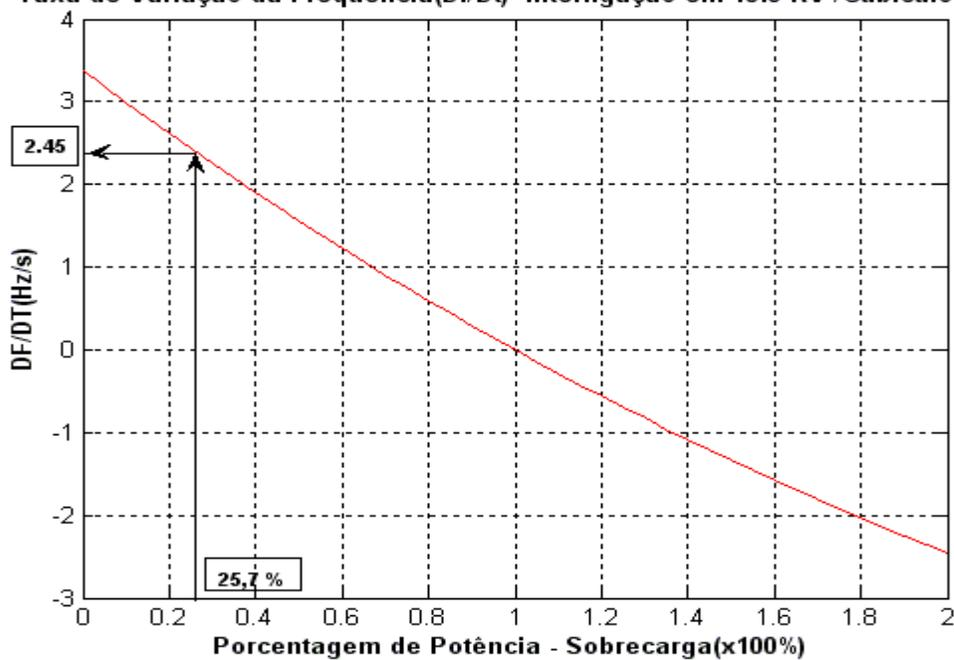

Figura 2 – Curvas do DF/DT no paralelo em 13.8 kV - 2009
Essas três curvas deverão ser coordenadas para que em caso de defeito na barra 1379 o mesmo seja eliminado primeiramente pela linha na direção forward, em seguida pela usina e por último pela unidade reversa da linha adjacente. Essas curvas estão apresentadas na figura 2 do item 1.1.4.